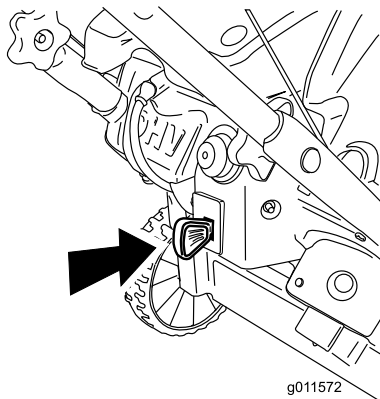

Figure 16
1. Enfoncez complètement la clé de contact à la position de marche (Figure 16).